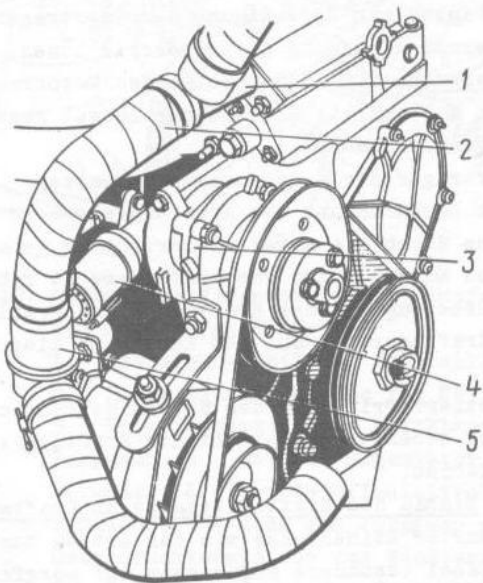

Bild 2-12. Ausbau der Kühlflüssigkeitspumpe von Motor VAZ-2106-70:
- Lagerbock von Lichtmaschine und Kühlflüssigkeitspumpe 3 (Bild 2-12) und Deckel des Kurbelgehäuseentlüfters absetzen und Ölabscheider der Kurbelgehäuseelüftung herausnehmen;